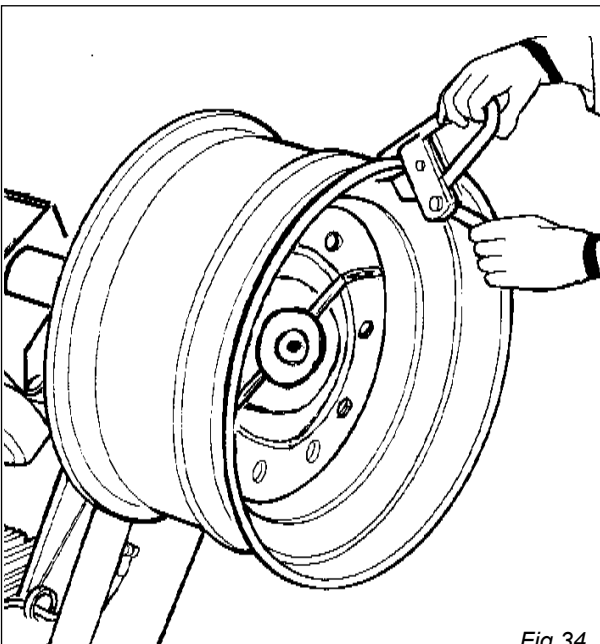

Fig.34
3) Serrare la pinza al bordo esterno del cerchio nel punto più alto (vedi fig. 34).
3) Fix the clip to the outside edge of the rim at the highest point (Fig. 34).